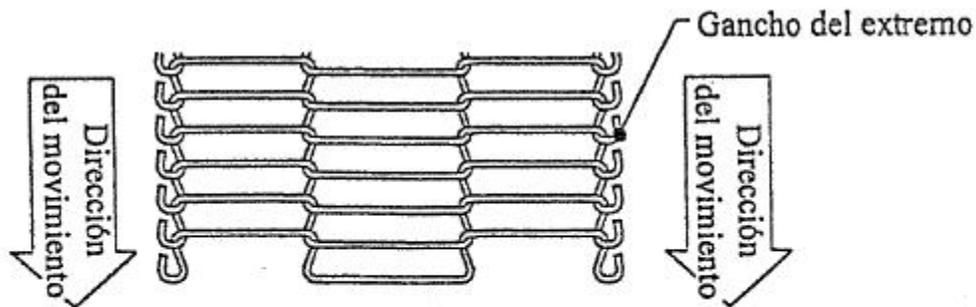

Figura 17
- A. Haga deslizar la cinta de alambres sobre los costados de la cinta transportadora. Asegúrese de que el lado liso de la cinta quede hacia afuera y que los ganchos de la cinta de alambre se desplacen en la dirección que muestra la **Figura 17**.
7. Instale nuevamente la rueda de la empastadora; asegúrese de que los ganchos que están en la cinta se desplacen en la dirección que muestra la **Figura 17**.